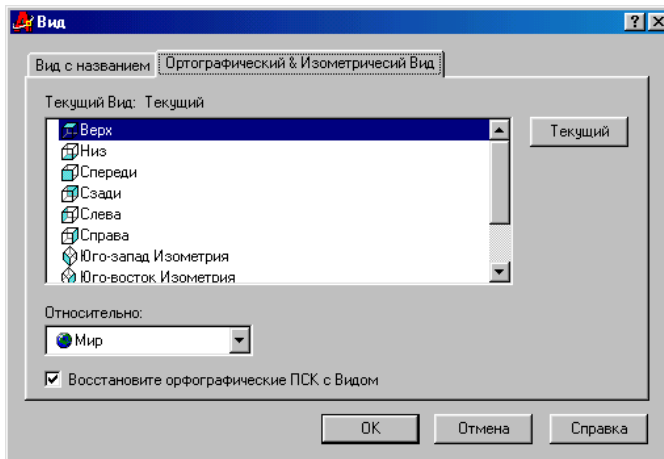

Рис. 2.1. Диалоговое окно Виды (Views)
- (рис.2.1).
Для того, чтобы в каждом видовом экране автоматически устанавливался заданный вид и соответствующая ему ортогональная ПСК в диалоговом окне *Вид* вкладка *Ортографический и Изометрический вид* в окне *Восстановите ортографические ПСК с видом* необходимо поставить флажок (см. раздел 2.1.1, рис.2.1).